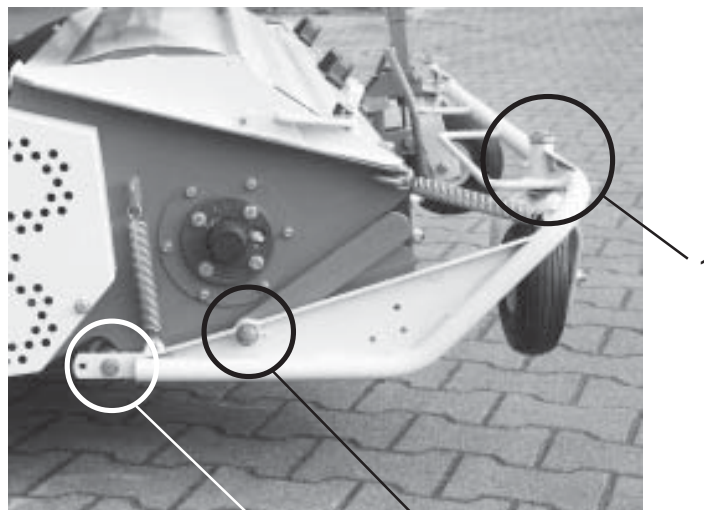

Abb. 34
- Lagerung der Vorderradgabel (Abb. 34/1)
- Gelenke des Stützrahmens (Abb. 34/2)
- Lagerung der hinteren Stützrolle (Abb. 34/3)